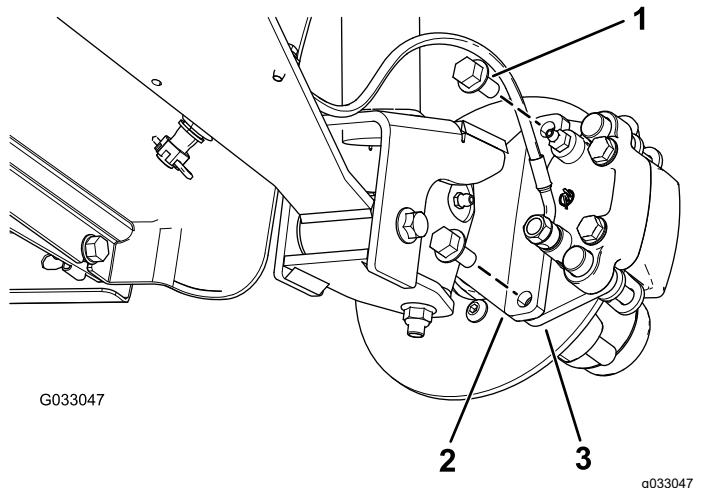
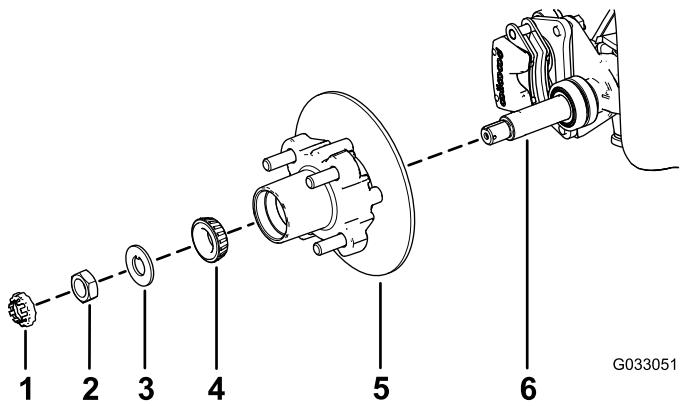

Bild 26
Bild 30
3. Entfernen Sie die Bundkopfschrauben ($\frac{3}{8}$ " x $\frac{3}{4}"), mit denen die Halterung für die Bremse an der Spindel befestigt ist, und nehmen die Bremse von der Spindel ab (Bild 26).$
1. Fetten Sie die Spindel leicht mit der angegebenen Fettsorte ein (Bild 30).
2. Montieren Sie die Radnabe und den Drehzylinder an der Spindel mit dem Drehzylinder innen (Bild 30).
3. Montieren Sie das Außenlager an der Spindel und setzen das Lager auf den äußenen Lagerring (Bild 30).
4. Legen Sie die Nasenscheibe auf die Spindel (Bild 30).
5. Schrauben Sie die Spindelmutter auf die Spindel und ziehen Sie die Mutter auf ein Drehmoment von 15 N·m an, während Sie die Radnabe drehen um das Lager zu fixieren (Bild 30).
2. Fluchten Sie die Bremsbeläge mit jeder Seite des Drehzylinders (Bild 26) und die Löcher in der Bremsbackenhalterung mit den Löchern im Bremsenhalter des Spindelrahmens aus (Bild 30).
3. Befestigen Sie den Bremsbackenhalterung mit den beiden Bundkopfschrauben ($\frac{3}{8}$ " x $\frac{3}{4}$ ") am Spindelrahmen (Bild 26).